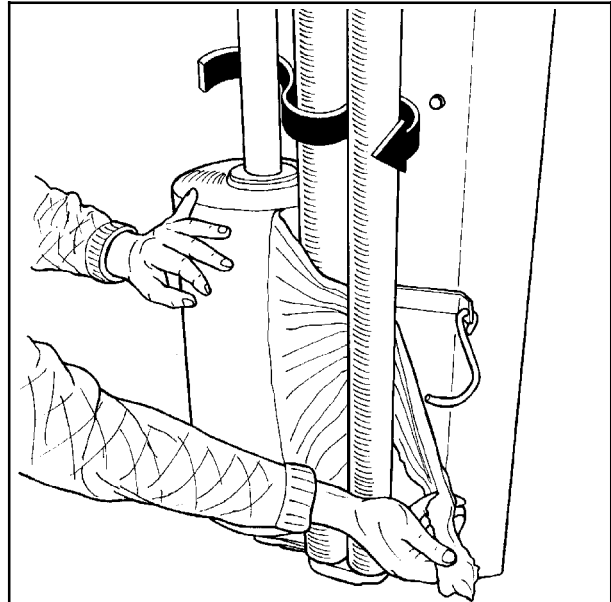

Fig. 6-2
6.3 Tre plasten mellom rullene på forstrekeren etter pilens retning. (Se fig. 6-2).